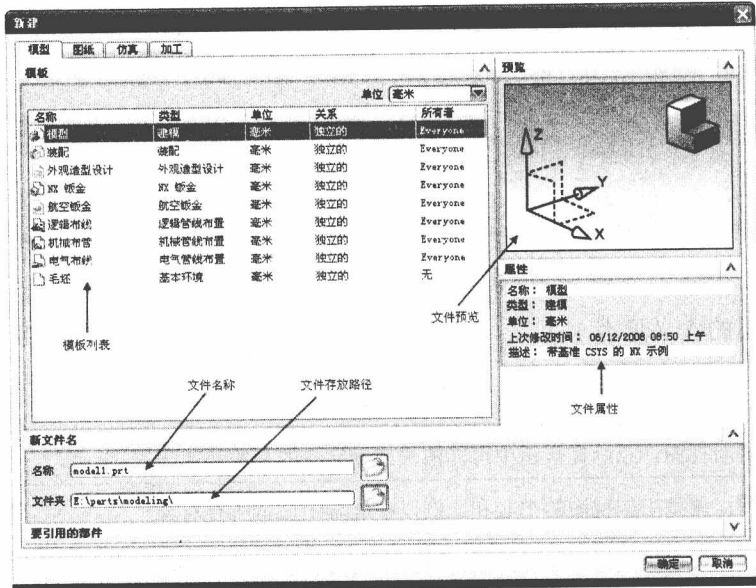
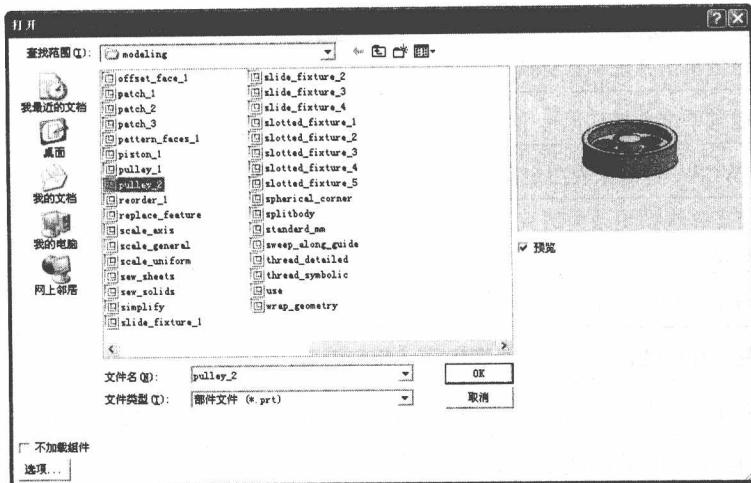

图 1.5 “新建”对话框
图 1.6 “打开”对话框
(1) 新建文件。选择“文件”|“新建”命令，弹出“新建”对话框，如图 1.5 所示。
(2) 打开已有文件。有以下两种方式可以打开文件。
① 单击标注工具栏上的“打开”按钮。
② 选择“文件”|“打开”命令，弹出“打开”对话框，如图 1.6 所示。在该对话框文件列表框中选择需要打开的文件，此时“预览”窗口将显示所选模型。单击 OK 按钮即可打开选中的文件。
(3) 保存文件。一般建模过程中，为避免意外事故发生造成文件的丢失，通常需要用户及时保存文件。UG NX 6 中常用的保存方式有 4 种：①直接保存；②仅保存工作部件；③另存为；④全部保存。